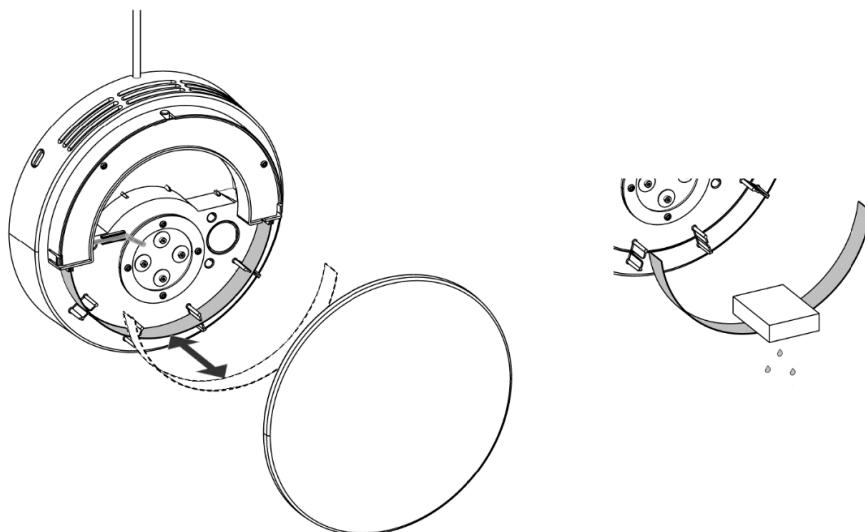

Abbildung 18 - Inneren Grobfilter reinigen
6. Die innere Abdeckung abnehmen. Den inneren Grobfilter herausnehmen und vorsichtig mit einem feuchten Schwamm oder Tuch reinigen, siehe nachstehende Abbildung 18 unten.